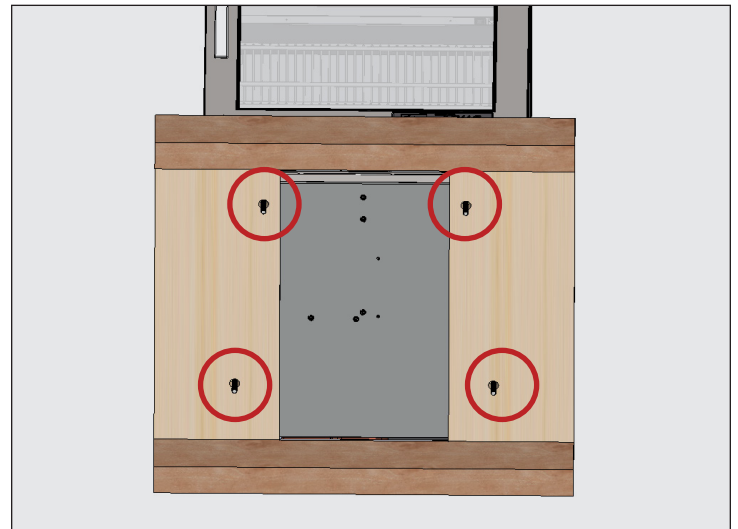

Abb. 2. Position der Palettenschrauben.
2. Entfernen Sie mit einem einstellbaren Schraubenschlüssel alle Transportsicherungen, mit denen die Holzpalette am Geräteboden festgeschraubt ist. Siehe Abb. 2.